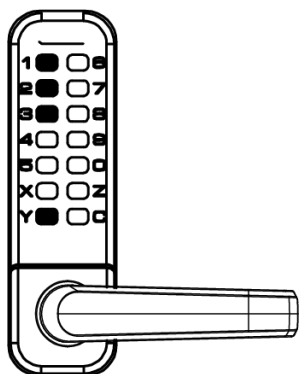
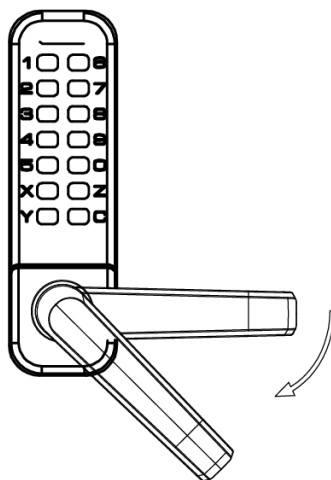

FIG1A
FIG1B
2) **Een nieuw wachtwoord instellen** : Houd de Y-toets ingedrukt en voer het nieuwe wachtwoord in (het wachtwoord mag niet worden herhaald), zoals weergegeven in afbeelding 1A. Laat vervolgens de Y-toets los en draai de knop eenmaal, zoals weergegeven in afbeelding 1B. Het nieuwe wachtwoord is nu succesvol ingesteld. Nadat u het nieuwe wachtwoord succesvol hebt ingesteld, dient u dit te onthouden en te bewaren.